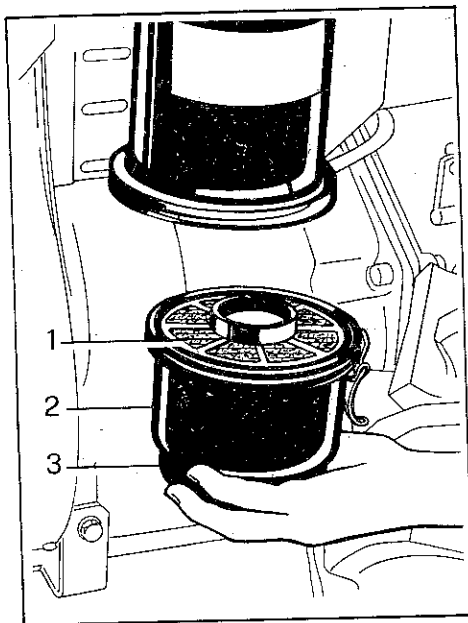

Fig. 13 - Bild 13
Filtro dell'aria: controllare il livello dell'olio ed il deposito di residui. La verifica del livello olio nel filtro aria deve essere effettuato con motore fermo da almeno 10 minuti. Il livello esatto è indicato da una tacca situata sulla vaschetta (vedere la fig. 13); l'olio deve essere sostituito qualora sul fondo, il deposito abbia raggiunto l'altezza di 5 ± 8 mm, oppure quando sia diventato troppo denso.
Air cleaner: check oil level and amount of dust. The check of oil level in the air cleaner should be made at least 10 minutes after the engine has been stopped. Proper oil level is shown by a notch on the bowl (see fig. 13). Changing is needed when dust build-up on the bottom is 5 to 8 mm high or oil is too thick.
Filtre à air: vérifier le niveau de l'huile et le dépôt de la poussière. La vérification de l'huile dans le filtre à air doit se faire avec moteur arrêté depuis environ 10 minutes. Le niveau de l'huile est indiqué par une encoche de la cuvette (voir fig. 13). Effectuer la vidange si le dépôt sur le fond est arrivé à 5-8 mm ou si la densité est excessive.
Luftfilter: den Ölstand und die Staubablagerung kontrollieren. Die Ölstandkontrolle im Luftfilter muss nach mindestens 10 Minuten stillgelegtem Motor durchgeführt werden. Der Ölstand ist durch eine Raste auf der Wanne angegeben. Der Ölwechsel muss vorgenommen werden, wenn die Ablagerung auf dem Boden die Höhe von 5-8 mm erreicht hat, oder wenn das Öl zu dickflüssig geworden ist (siehe Bild 13).
Filtro dell'aria (vedere la fig. 13): lavare l'elemento filtrante (1) con petrolio o con solvente e sostituirlo se le maglie metalliche sono intasate o lesionate. Pulire la vaschetta (2) con petrolio, e riempirla con olio pulito (stesso olio del motore) fino all'apposita tacca (3).
Air cleaner: (see fig. 13) flush the filter element (1) in kerosene or solvent. Replace filtering screen if clogged or damaged. Flush bowl (2) with kerosene and fill with fresh oil (same oil as for engine) up to notch (3).
Luftfilter: den Filtereinsatz (1) mit Petroleum oder Lösemittel waschen und erneuern, falls das Metallgewebe verstopft oder beschädigt ist. Die Wanne (2) mit Petroleum waschen und mit reinem Öl (gleiches wie beim Motor) bis zur Ölmarke (3) füllen (siehe Bild 13).